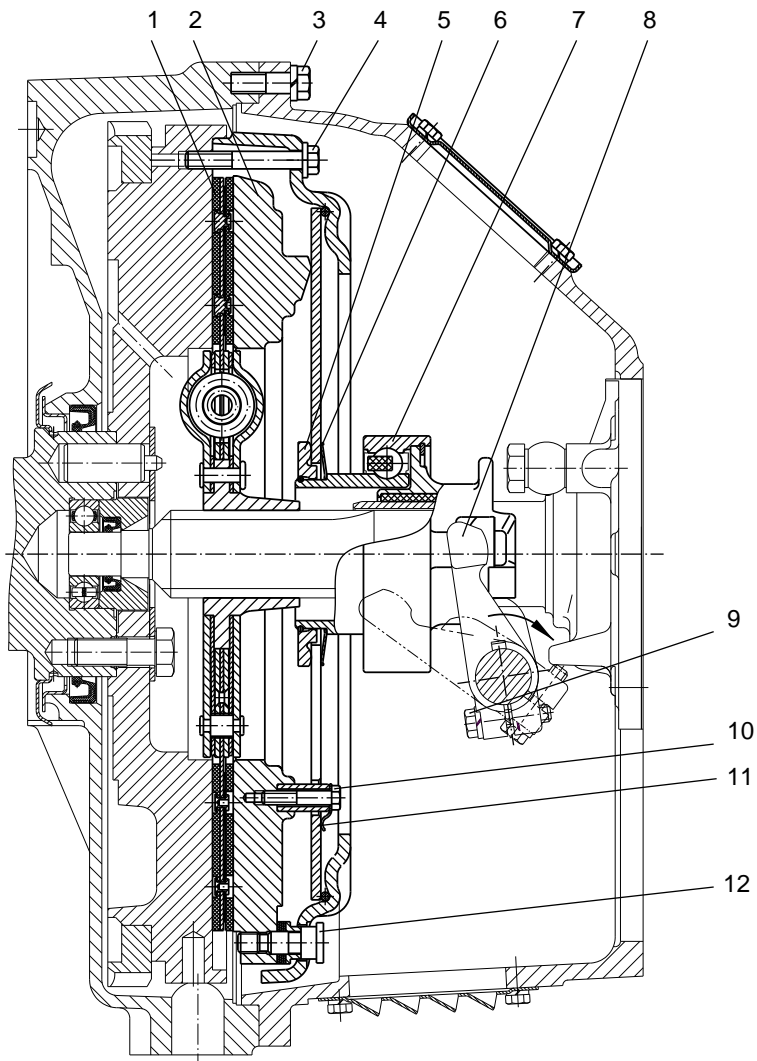
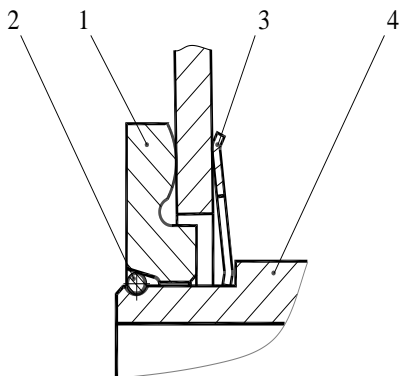

Рис. 25. Сцепление:
Рис. 27. Установка муфты
Диафрагменное сцепление (рис. 25) состоит из ведущих и ведомых частей, а также механизма выключения.
Механизм выключения сцепления состоит из муфты с подшипником 7 (см. рис. 25) и вилки 8 с валом, на шлицевой конец которого устанавливается рычаг. Муфта выключения сцепления соединяется с диафрагменной пружиной с помощью запорного устройства (рис. 27). При работе муфта центрируется по направляющей крышки заднего подшипника первичного вала коробки передач и удерживается от поворота боковыми поверхностями вилки.
Выключение сцепления осуществляется поворотом вала по часовой стрелке (см. рис. 25).
1. Установить муфту на нажимной комплект (корзину) в соответствии с рис. 27.